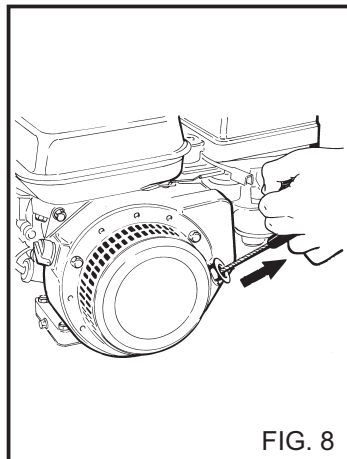

FIG. 8
4) Den Verbrennungsmotor durch Ziehen des selbstaufwickelnden Starterseils anlassen (Fig. 8).